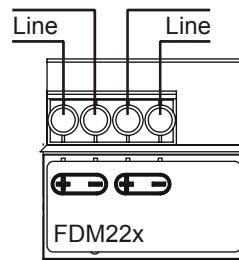

Fig. 6
2. Connect the detector line (Fig. 6).
2. Schliessen Sie die Melderlinie an (Fig. 6).
2. Raccordez la ligne de détection (Fig. 6).
2. Conecte la línea de detectores (Fig. 6).
2. Collegare la linea di rilevazione (Fig. 6).